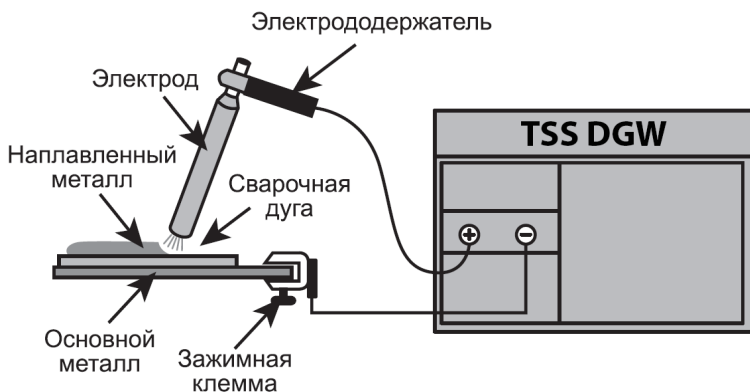

Рис. 11 Схема подключения сварочного генератора.
- Подключите сварочные кабели к сварочному агрегату. Схематичное подключение сварочного генератора показано на Рис. 11. Способ подключения– обратная полярность.